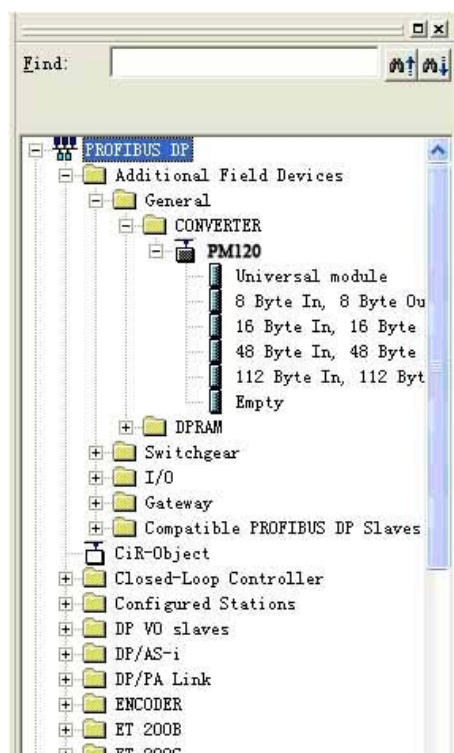

图 6
6. 您可以在这里找到您注册的设备，右侧窗口/Profibus DP/Additional Field Devices/Converter/PM120/, 如图 6 所示